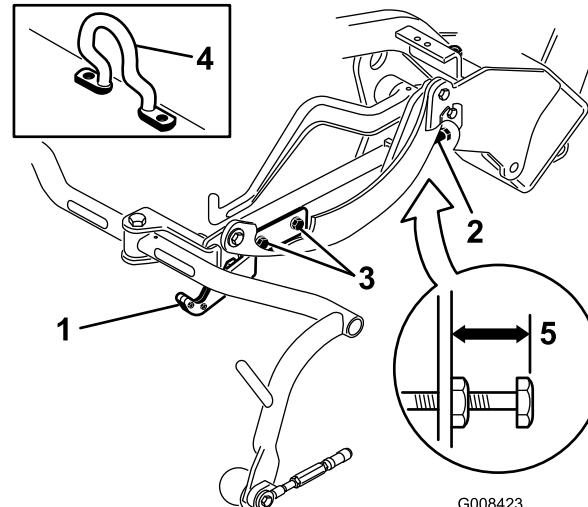
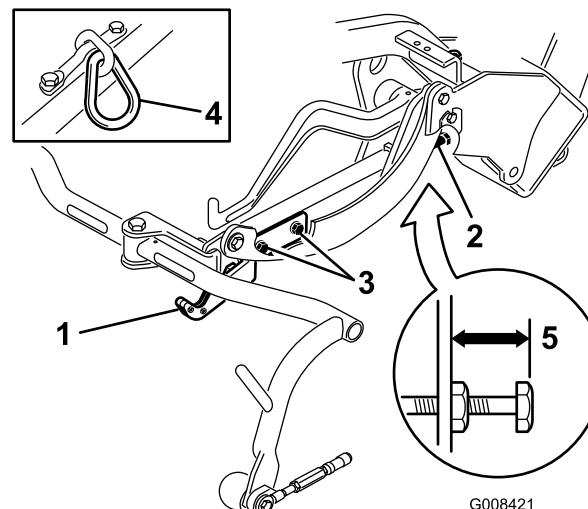
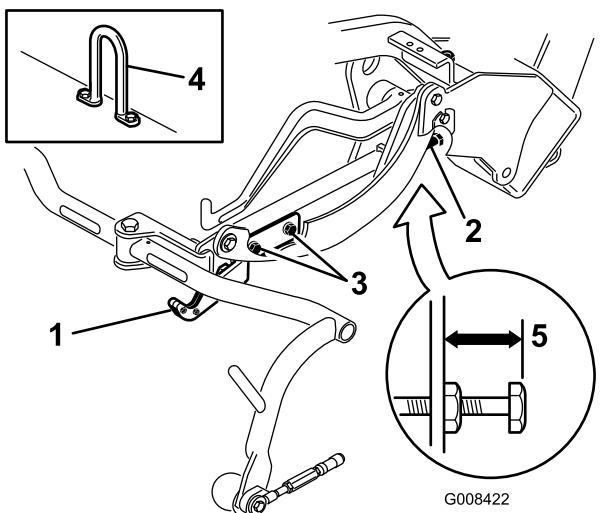

Bild 11
Bild 12
Bild 13
Prüfen Sie die Transporthöhe (Bild 12 und Bild 13) und stellen Sie diese ggf. ein.
- An Schneideeinheiten, die einen Versatzhubhaken haben (Bild 11, Einsatz) müssen Sie darauf achten, dass der Abstand von der Oberkante der Einstellschraube am Trägerrahmen bis zur Rückseite des Trägerrahmens 25 mm beträgt. Sollte der Abstand nicht 25 mm sein, gehen Sie auf Schritt 4.
4. Lockern Sie die Befestigungsschrauben an der Transportplatte (Bild 12, Bild 13 und Bild 11).
7. Wenn die Trägerrahmen nicht dieselbe Höhe aufweisen, lösen Sie die Klemmmutter an der Einstellschraube des Trägerrahmens (Bild 11, Bild 12 und Bild 13). Drehen Sie die Schraube raus, um den Trägerrahmen anzuheben, oder drehen Sie die Schraube rein, um ihn abzusenken. Ziehen Sie die Klemmmutter wieder an, nachdem Sie die korrekte Höhe eingestellt haben.